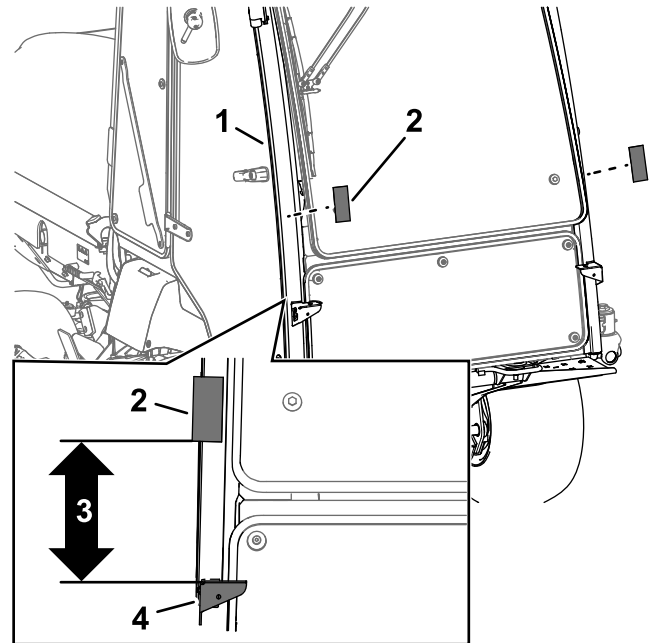

Figure 5
1. Nettoyez le montant avant de la cabine au-dessus du support de phare et laissez-le sécher (Figure 5).
3. Alignez l'autocollant à 23,8 cm (9 $\frac{3}{8}$ po) au-dessus du support de phare et collez-le sur le montant de la cabine (Figure 5).